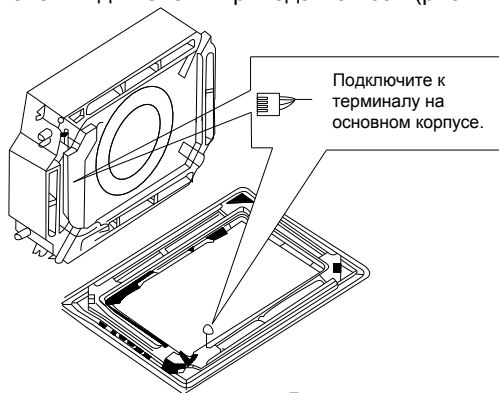

Рис. 4.35
(4). Разъем подключения двигателя привода жалюзи (рис. 4.35.)